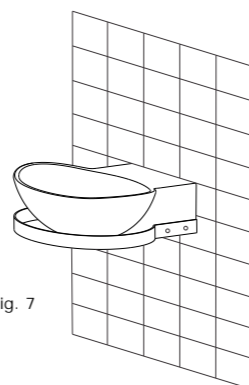

Fig. 7
- 2 Lavatório Instalado (Fig. 7).
Assembled Lavatory (Fig. 7).
Bacha Instalada (Fig. 7).